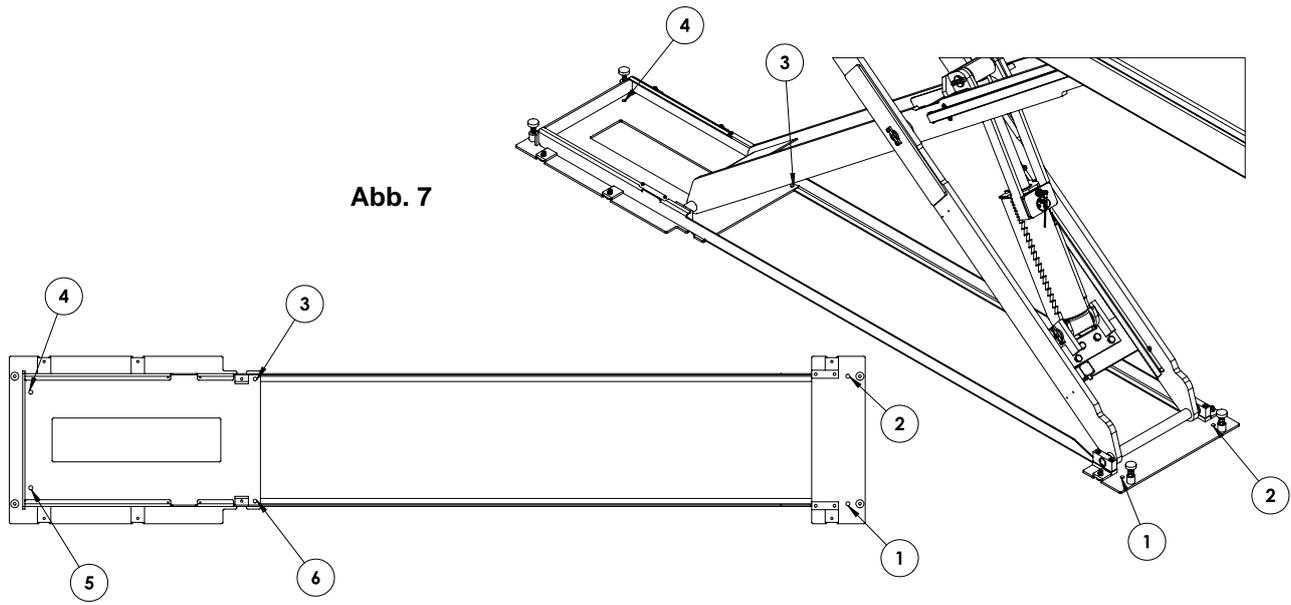

Abb. 7
6. Sobald die Positionierung abgeschlossen ist, muss die Befestigung am **FUNDAMENT** erfolgen. Jeweils 6 Bohrungen mit \varnothing 18 mm für jede der vier Sockel in den Betonboden bohren, dazu die Bohrungen des Sockels als Bohrlehre verwenden. (**Abb. 7**) Nun die 6 Punkte unter Beachtung der folgenden